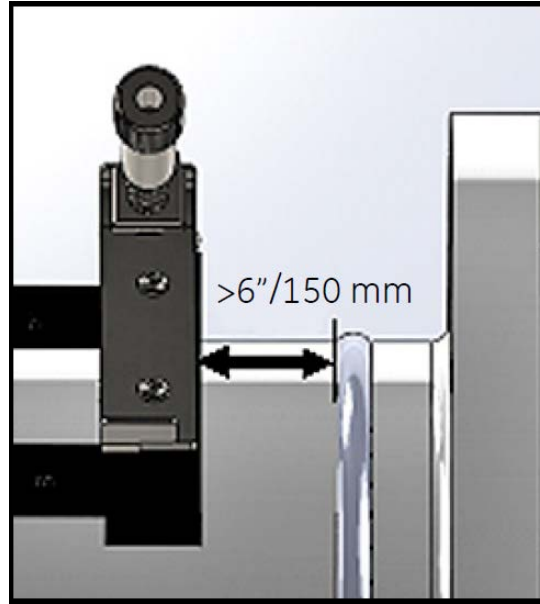

图 10: 调整夹紧装置位置
3. 调整夹紧装置位置，使最接近的尾端件的外边缘在所选间距处，即与管线中最近的入口、出口、接头或配件相距上面规定的距离（请参见下面的 图 10）。